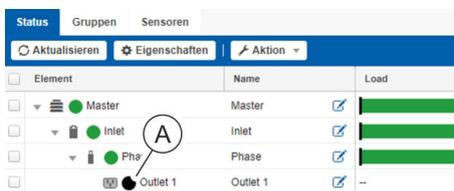

Abb. 104: Menü "Status" – Registerkarte "Status"
- ⇒ Der softwareseitige Schaltzustand des Elements wird in der entsprechenden Farbe angezeigt (Abb. 104/Ⓐ).